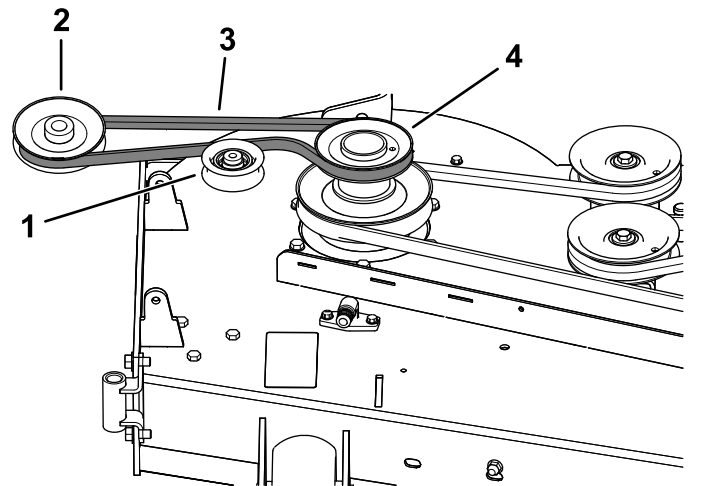
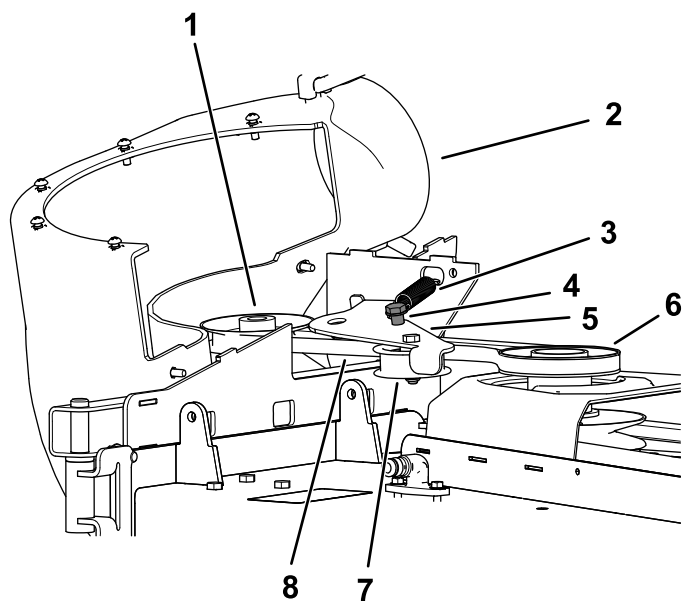

Figura 25
Figura 26
1. Si es necesario, instale la correa alrededor de la polea del soplador (Figura 25).
1. Instale la correa alrededor de la polea del soplador (Figura 25 y Figura 26); consulte 10 Instalación del conjunto del soplador \(página 15\).
- Aleje la polea tensora del anclaje fijo del muelle y enrute la correa alrededor de la polea de la carcasa de corte (Figura 26).
- Enrute la correa alrededor de la polea motriz, según se muestra en Figura 25 y Figura 26.